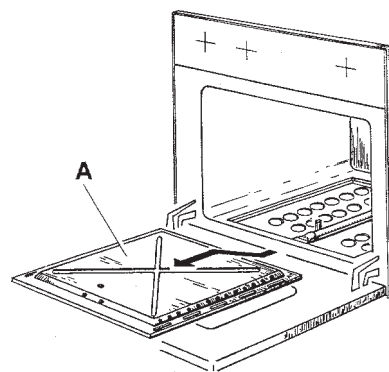

Fig. 10
- Extraer el emparrillado (fondo) del horno (A-fig. 10);